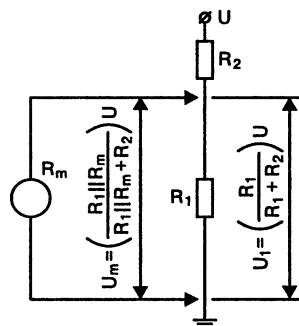

Рис. 2.1. Подключение собственного сопротивления прибора
- ♦ прибор может нагружать цепь, в которой производятся измерения. Это означает, что собственное сопротивление прибора, будучи подключенным параллельно компоненту, на котором измеряется напряжение, уменьшает результирующее напряжение. Поэтому измеряемое напряжение окажется меньше действительного (рис. 2.1). Действительное напряжение в отсутствие подключения прибора равно  $U_1 = UR_1 / (R_1 + R_2)$ .
Если принять (рис. 2.1), что  $R_2$  равно  $R_s$ , то уравнение получается с помощью теоремы Тевенина для последовательной цепи  $R_s$  и  $U$ . Если эквивалентная по Тевенину цепь нагружена сопротивлением  $R_m$ , то